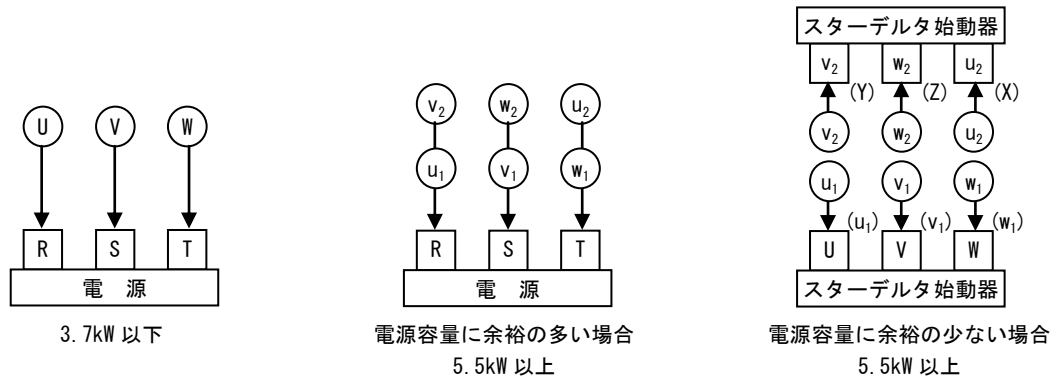

図 11 配線接続図
- (1) 配線は図 11 または、電動機のターミナルボックス内ぶたに表示された結線図もしくは電動機に付属された取扱説明書に従い行ってください。